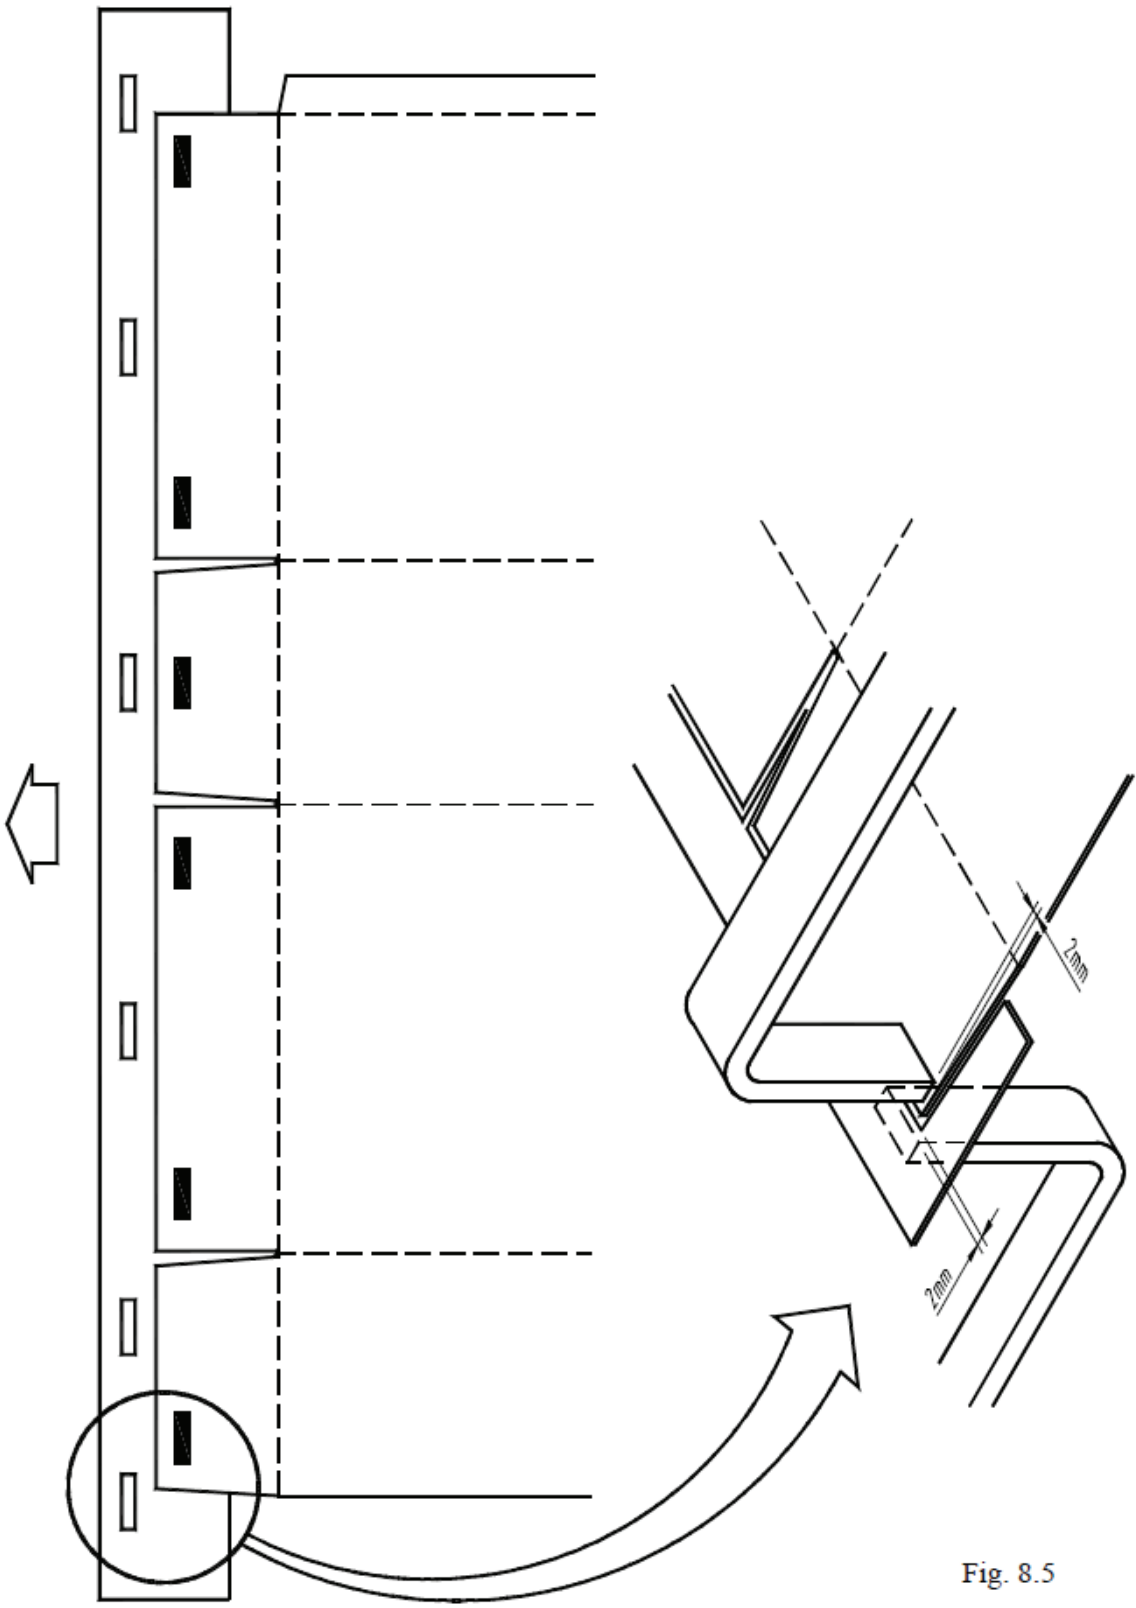

Fig. 8.5
5. Realice una corrida a una lámina al suministro hasta que las barras transversales transportadoras de cuchillas estén tan cerca de la lámina como sea posible. Para asegurarse de que el tope de cuchilla inferior este a 1-2mm alejado de la cortada del primer cuchillo. (fig. 8.5)